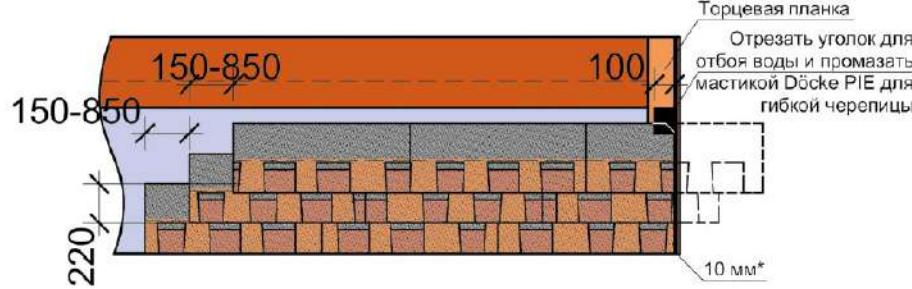

Рис. 24. Схема смещения гонтов многослойной черепицы по горизонтали и вертикали
8.2.15 Смещение гонтов ламинированной черепицы Döcke с формой нарезки «драконий зуб» по горизонтали необходимо устраивать в диапазоне от 150 до 650 мм (рис. 24). Рисунок готовой кровли должен быть хаотичным без прослеживания определённого правила подбора.